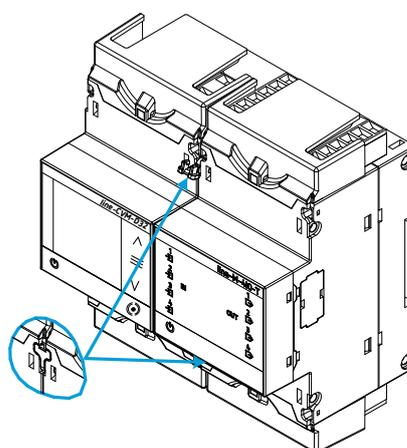

Figure 5: Installation étape 3.
3.- Connectez les deux appareils et fixez-les en abaissant les clips avant (Figure 5).